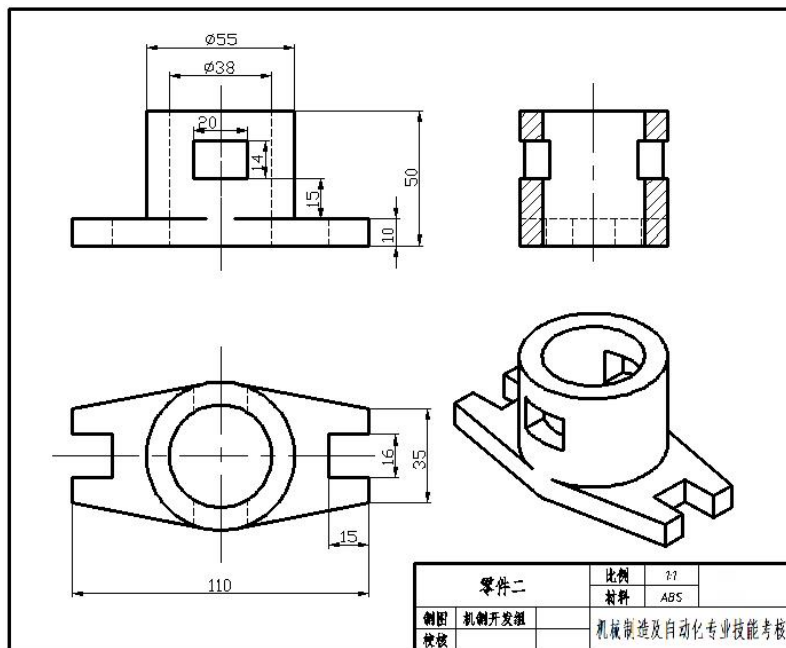

图3-1-2 零件二
某企业需要生产如图3-1-2的零件, 要求该企业机械制造工程技术人员、质量管理工程技术人员、机械设计工程技术人员在电脑上用Pro/ENGINEER、UG NX、SolidWorks等三维软件完成该零件的三维模型及工程图绘制, 最终结构要素的形状、尺寸要求等以图纸标注为准。生产过程中按“6S”规范文明生产。
- 3) 根据图3-1-2所示尺寸完成零件二的三维建模及工程图绘制;